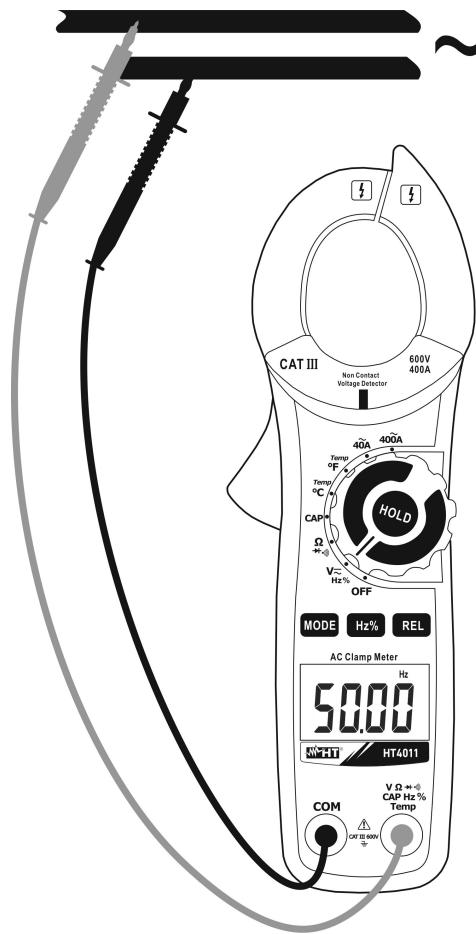

Abb. 4: Verwendung der Zange für Frequenz- und Duty Cycle-Messungen
3. Verbinden Sie die rote Messleitung mit der **VΩ→CAPHz%Temp** Eingangsbuchse, und die schwarze Messleitung mit der **COM** Eingangsbuchse (Abb. 4 – linke Seite) für die Frequenzmessung mit Messleitungen.